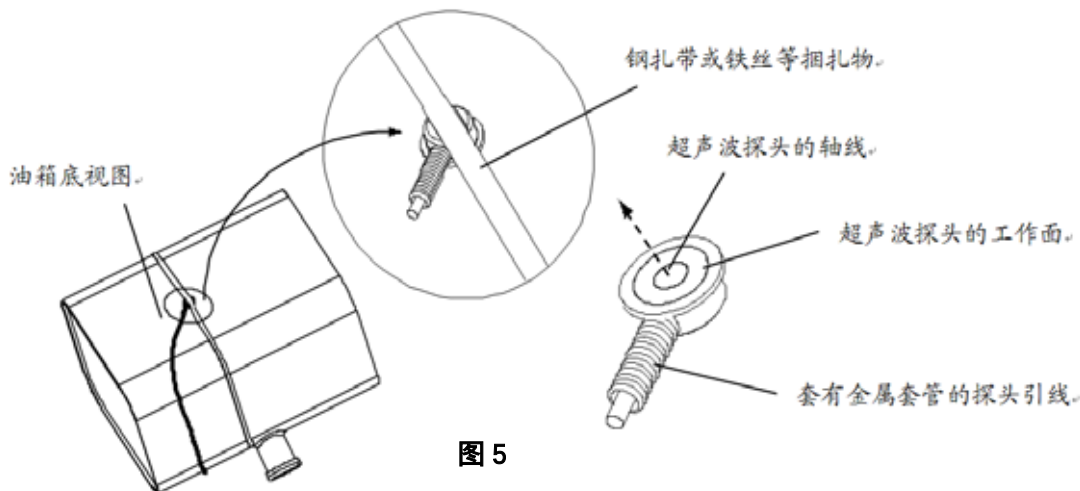

图 5
4. 在油箱的底部选择 4到5个用来安装超声波探头的位置；这些地方必须靠近油箱底部的中心，还有就是确认从这期些地方到油平面之间没有阻隔。确认超声波探头的工作面与先选择的安装位平行，同时与油平面平行，即超声波探头的轴线与油平面垂直。如图5所示